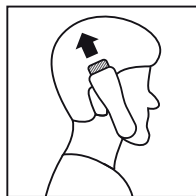

Figura 8
- Mudar para os pentes para 9-12mm para cortar os cabelos do alto da cabeça (Figura 8).